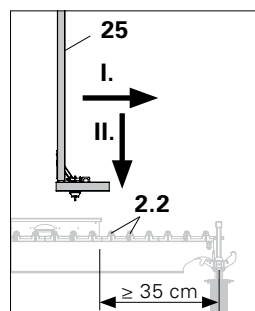

Fig. A8.04a
Um comprimento mínimo de 35 cm deve estar disponível na viga principal de modo a permitir a montagem do guarda-corpos com corrimão SD. (Fig. A8.04a)
2. Mover o guarda-corpos com corrimão SD (25) na direcção da extremidade do edifício (I.) e depois para baixo (II.). (Fig. A8.04a)